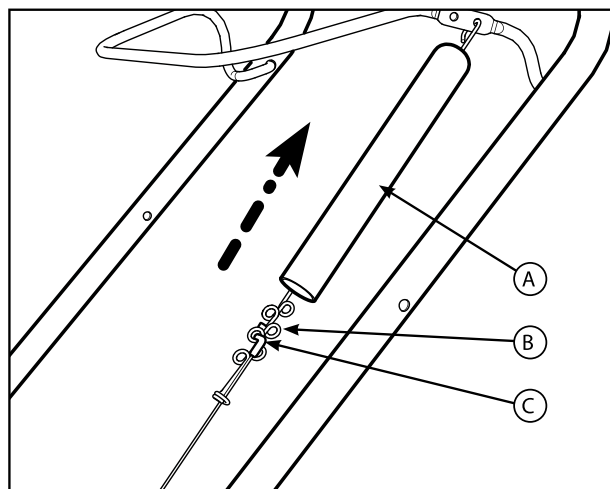

Рис. 16
2. Сдвиньте оболочку тросика (А, рис. 16),